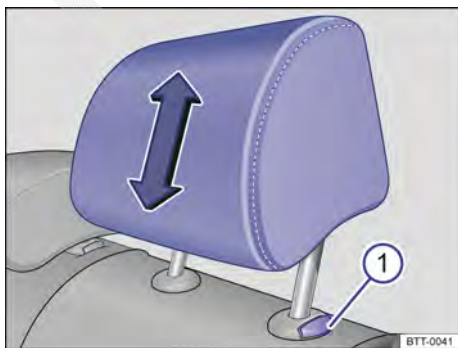

Fig. 107 Desinstalar o apoio para cabeça traseiro.
- Retirar o apoio para cabeça com o botão → Fig. 107  ① pressionado.